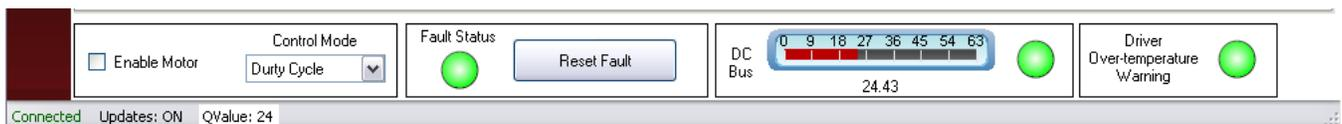

图 9. 检验连接
6. GUI 应该自动连接。通过观察左下角的“Connected”（已连接）来验证（请见图 9）。同时检验故障状态，DC 总线和过温报警灯是绿色的。